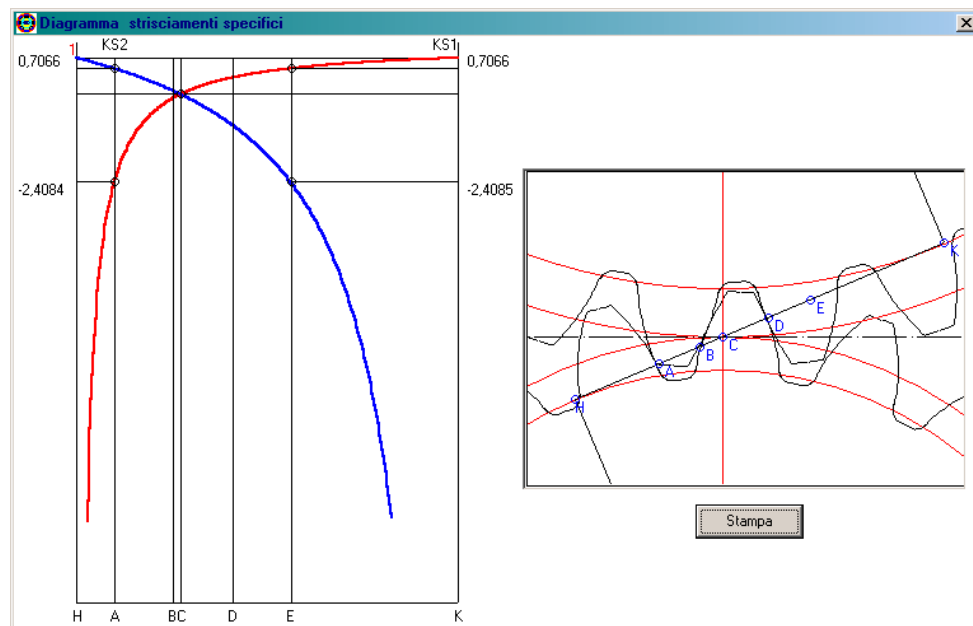

fig.37
■ Menu Opzioni: Diagramma strisciamento specifico (fig.37)